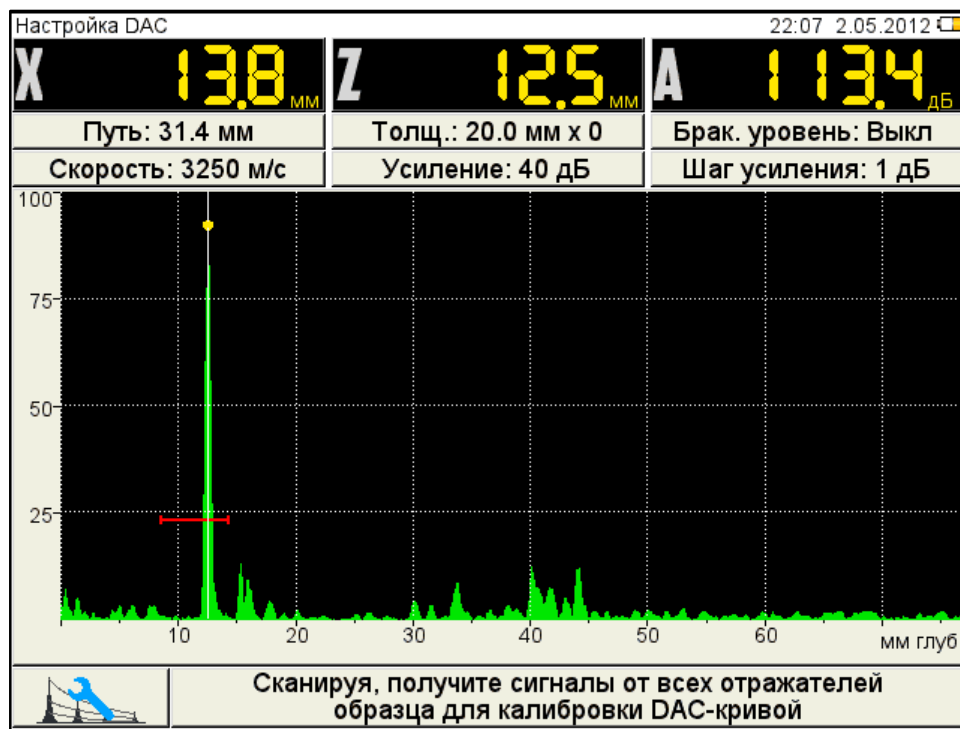

Рисунок 47
– нажать клавишу , при этом на максимуме сигнала появится первая узловая точка (рисунок 47).